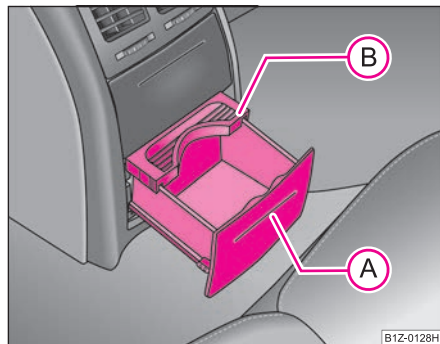

Fig. 91 Consola centrală spate: Suportul pentru băuturi
- Apăsați capacul în zona (A) ⇒ fig. 91 - suportul pentru băuturi iese.
- Reglați suportul pentru băuturi deplasând placa de siguranță (B).